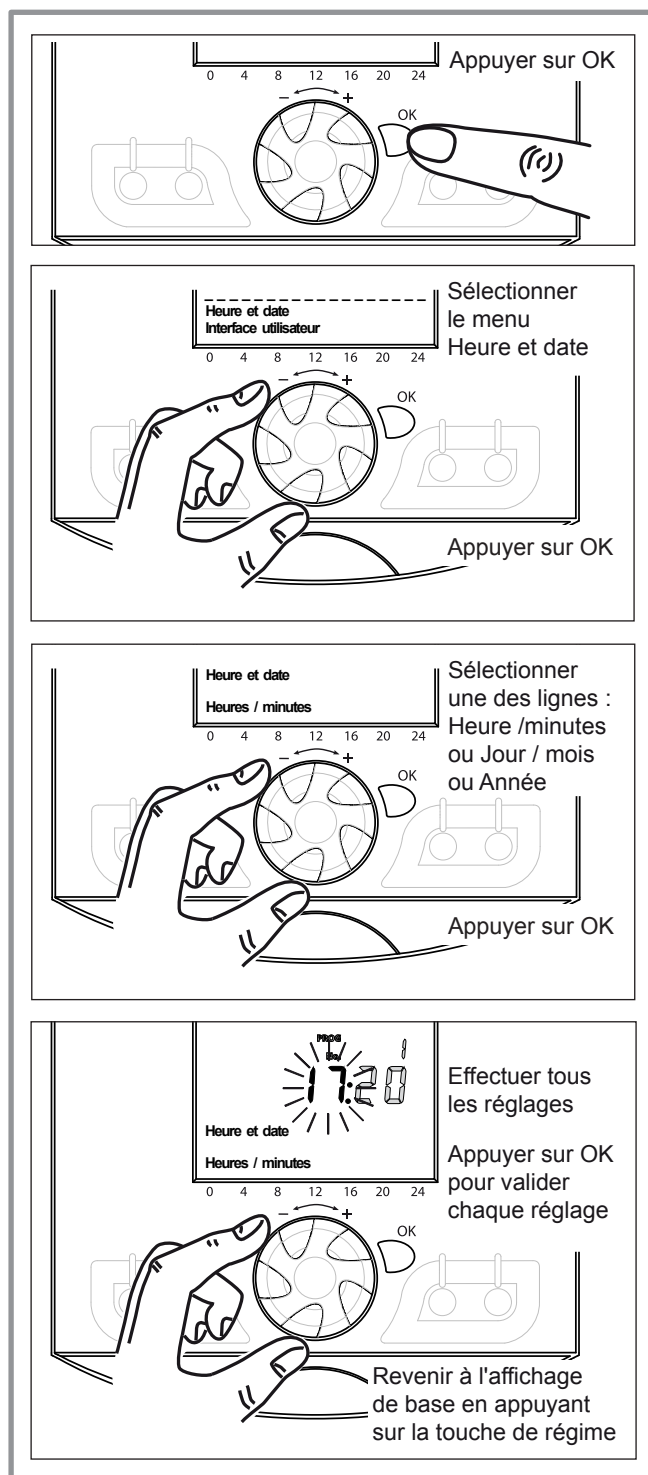

figure 55 - Réglage de l'heure et de la date
- Régler l'heure et la date en cours (*figure 55*).